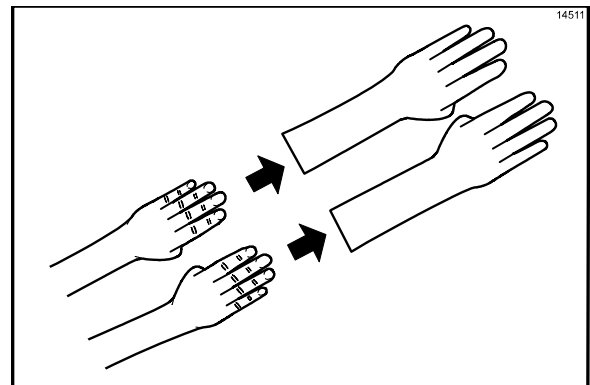

Abbildung 39
6. Hitzeschutzhandschuhe anziehen. (Siehe Abbildung 39.)